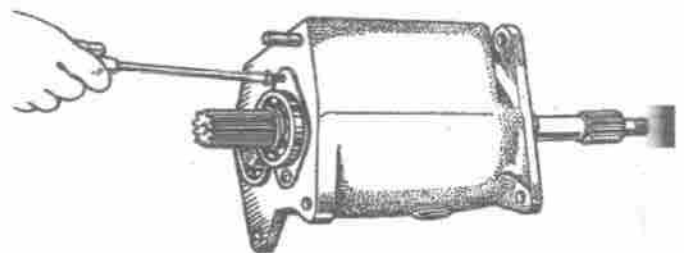

Bild 104. Sicherung des Lagers der Abtriebswelle
8. Hinteres Lager der Abtriebswelle mit Hilfe von zwei Sicherungsblechen mit Schrauben sichern. (Bild 104).